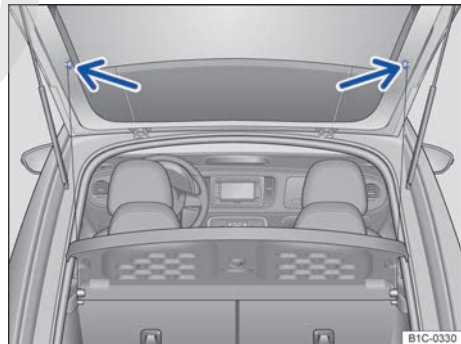

Fig. 83 En el maletero: enganchar y desenganchar las cintas de sujeción de la cubierta en el portón del maletero.
- Desenganche las cintas de sujeción del portón del maletero → fig. 83 (flechas).
- Enganche las cintas de sujeción en el portón del maletero → fig. 83 (flechas).